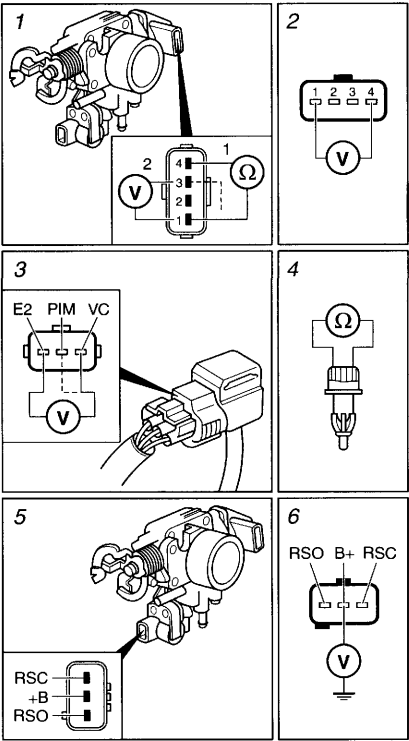

Рис. 7. Впускная система
- отключить разъем ТР-датчика и проверить сопротивление между соответствующими контактами ТР в различных положениях дроссельной заслонки (см. таблицу 3 и рис. 7/1-1). При перемещении дроссельной заслонки сопротивление должно изменяться плавно без провалов, если нет – заменить ТР-датчик;
- включить зажигание и проверить питание на контактах «1-4» ТР-датчика (см. рис. 7/2), величина напряжения должна быть около 5 В, если нет – проверить соответствующие соединения и при необходимости ЕСМ;
- не отсоединяя разъема МАР-датчика подключить вольтметр к контактам «E2 – PIM» (см. рис. 7/3);
- отключить разъем МАР-датчика и проверить напряжение на контактах разъема жгута «E2-VC» при включенном зажигании (см. рис. 7/3), должно быть около 5 В, если нет проверить соответствующие соединения и при необходимости ЕСМ.
Отключить разъем IAT-датчика и проверить изменение внутреннего сопротивления (см. таб. 4 и рис.7/4) в зависимости от температуры.
- отключить IAC- разъем и проверить сопротивление между контактами разъема клапана «B+ – RSO» и «B+ – RSC». Его величина должна быть в пределах 20 Ом (см. рис. 7/5);
- включить зажигание и проверить питание на контакте «B+» разъема жгута IAC-клапана (см. рис.7/6), величина напряжения должна быть около 12 В,